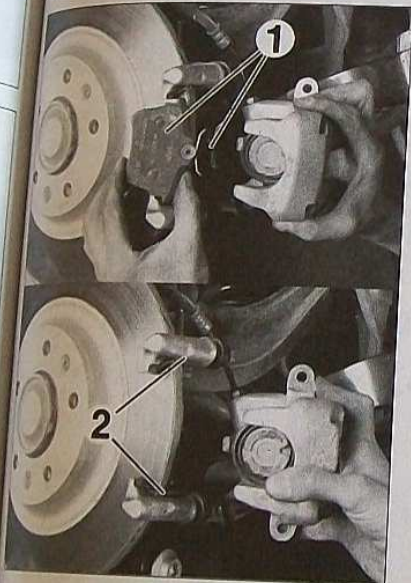

FIG. 7
- Déposer les plaquettes de frein (1) ainsi que lesagrafes ressort (2) (Fig.7).